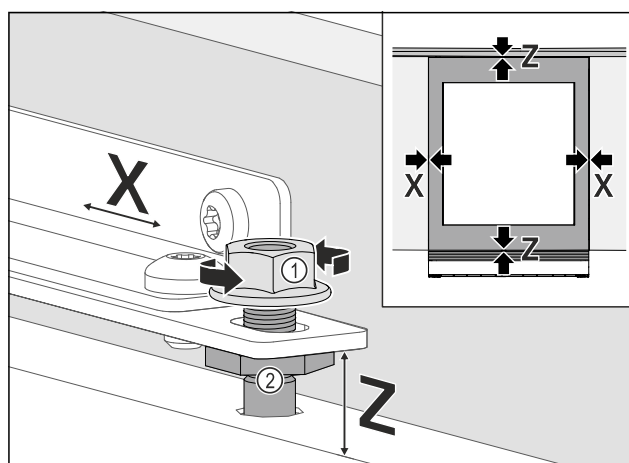

Fig. 94
- Aligner latéralement la porte du meuble : desserrer les contre-écrous Fig. 94 (1), pousser la porte du meuble dans la direction X.
- Serrer les contre-écrous Fig. 94 (1).
- Régler la porte du meuble à la hauteur Z et ajuster l'inclinaison latérale : Ajuster les boulons de réglage Fig. 94 (2).